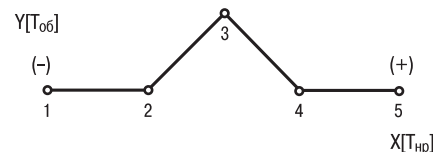

Рис. 5.4. График температуры обратной воды
Например, график, приведенный на рис. 5.4, задается пятью (5) точками.